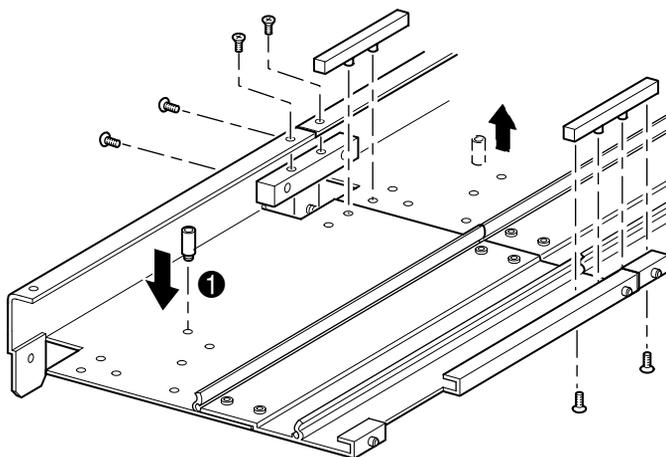

図2-15: タイバーのインストール
- b. 2つの細いタイバーのピンを、拡張ユニットとPTMベースユニットの穴に合わせ( 図2-15を参照)、4本の取り付けネジ( 細いタイバーのそれぞれに2本のネジ)を使用して取り付けます。
- c. 大きなタイバー( 面取りされた辺がPTMベースユニットと拡張ユニットの内側の角を向くようにします)を、4本の取り付けネジを使用して取り付けます( 図2-15を参照)。
10. 下部絶縁体留め具をPTMベース ユニットから取り外して、拡張PTMの最後のユニットの対応する取り付け穴に取り付けます (❶、図2-15)。